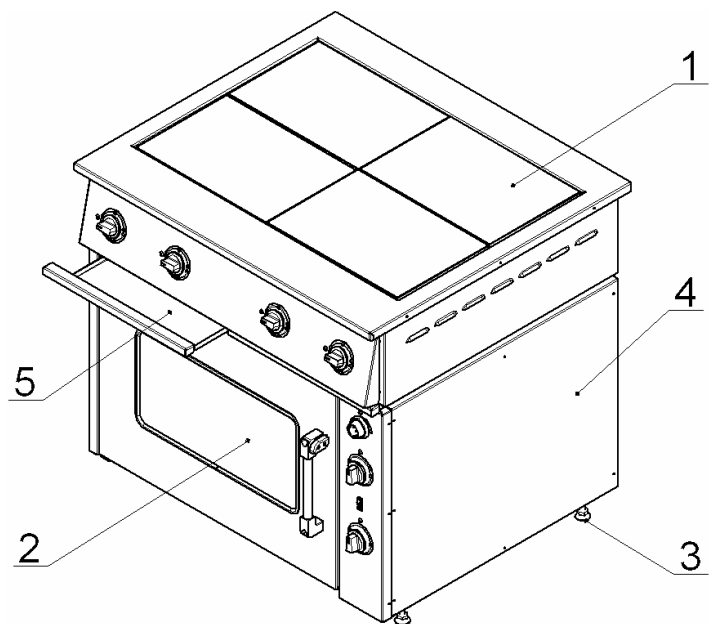
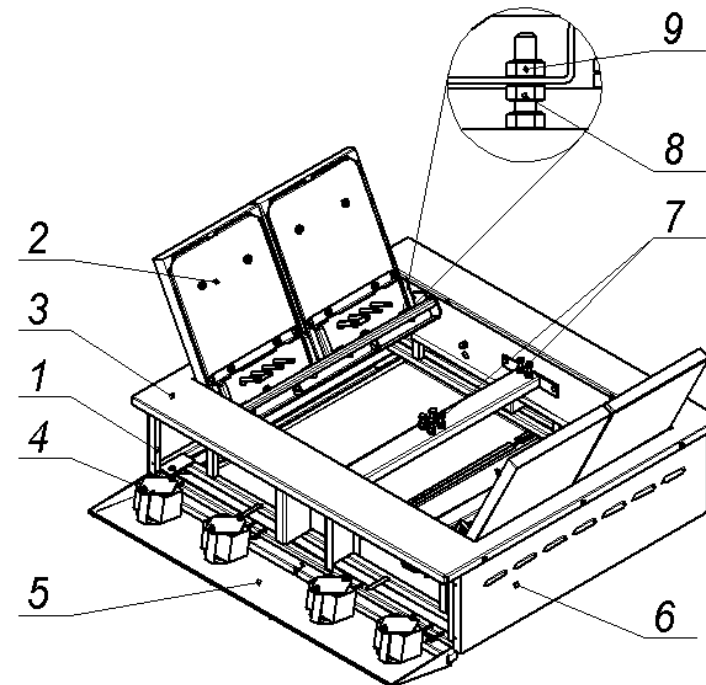
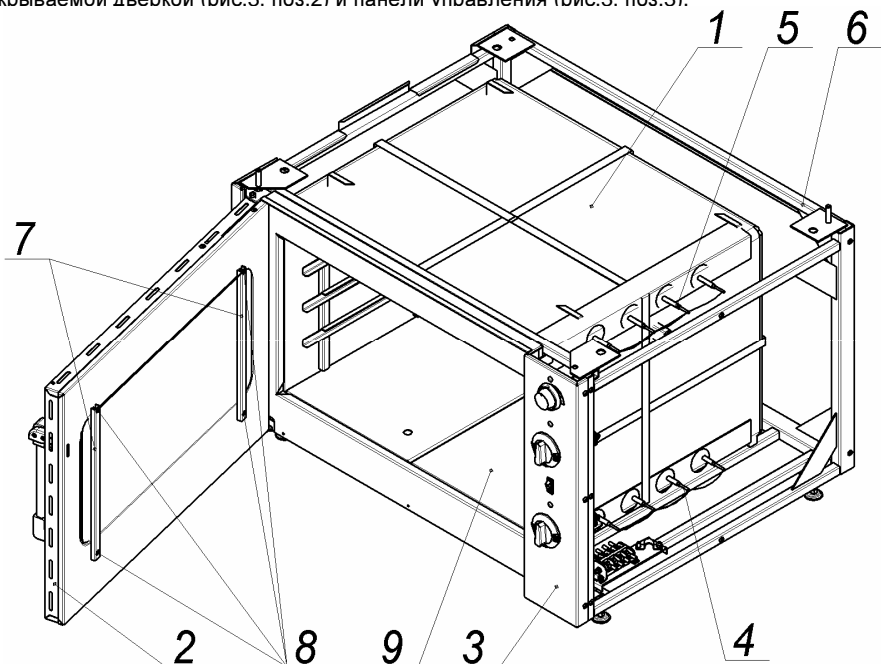
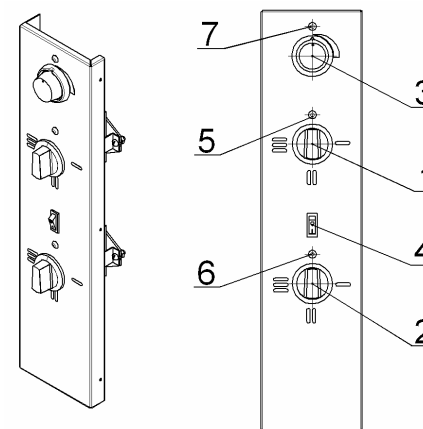

Рис.1
Рис. 2
Рис.3
Рис.4
Чтобы открыть приборную панель плиты, необходимо вынуть выдвижные поддоны (см. рис.1) и вывернуть винты крепления панели к каркасу плиты.
4.3 Собственно плита (рис.2) установлена на жарочный шкаф (рис.1. поз.2) и состоит из каркаса (поз.1), с закрепленными на нём конфорками (поз. 2), столом (поз.3), облицовочными (поз.6) и приборной панелью (поз.5).
4.3.3 Для обслуживания и санитарной уборки, плита оборудована (см. рис.1) выдвижными поддонами (поз.5), так же обеспечен (см. рис.2) свободный доступ к внутренним поверхностям плиты:
4.4 Жарочный шкаф состоит из тепловой (рабочей) камеры (рис.3 поз.1), закрываемой дверкой (рис.3. поз.2) и панели управления (рис.3. поз.3).
- Снять панель управления (рис.3, поз.3) или снять правую облицовочную панель (рис.1, поз.4);
- Снять панель управления (рис.3, поз.3) или правую облицовочную панель (рис.1, поз.4);
4.5 Приборы управления и светосигнальная арматура размещены (рис.4) на панели управления (рис.3 поз.3), которая расположена с правой стороны шкафа.
4.5.1 Ступенчатое регулирование мощности верхних и нижних ТЭНов осуществляется установкой ручек переключателей (поз.1 и 2) в фиксированные положения, обозначенные на панели управления символами I, II и III, что соответствует режимам нагрева ТЭНов: слабый, средний и сильный. При этом, мощность ТЭНов изменяется следующим образом: 0,75 – 1,5 – 3,0 кВт. Отключение ТЭНов производится установкой ручек переключателей в положение «0» (напротив сигнальных ламп рис.4, поз.5 и 6).
Установка и автоматическое поддержание необходимой температуры (от 50 до 300⁰С) в камере осуществляется терморегулятором (рис.4, поз.3).
Переключатели верхних и нижних ТЭНов, а также терморегулятор снабжены сигнальными лампами (рис.4, поз.5, 6 и 7).
7.4 Установите (по часовой стрелке) лимбом терморегулятора (рис.4, поз.3) температуру в камере шкафа, предусмотренную технологией приготовления продукта (должна загореться сигнальная лампа рис.4. поз.7).
7.5 Установите ручки переключателей (рис.4, поз.1 и 2) верхних и нижних ТЭНов в положения I, II или III (должны загореться сигнальные лампы рис.4, поз.5 и 6).
7.7 Для визуального контроля состояния приготавливаемых в камере продуктов, при закрытой дверке, включите клавишей (рис.4, поз.4) лампу подсветки камеры.